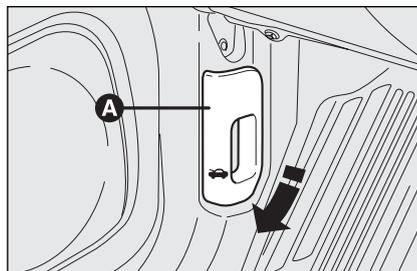

fig. 118
- tirer le levier **A-fig. 118** dans le sens indiqué par la flèche;